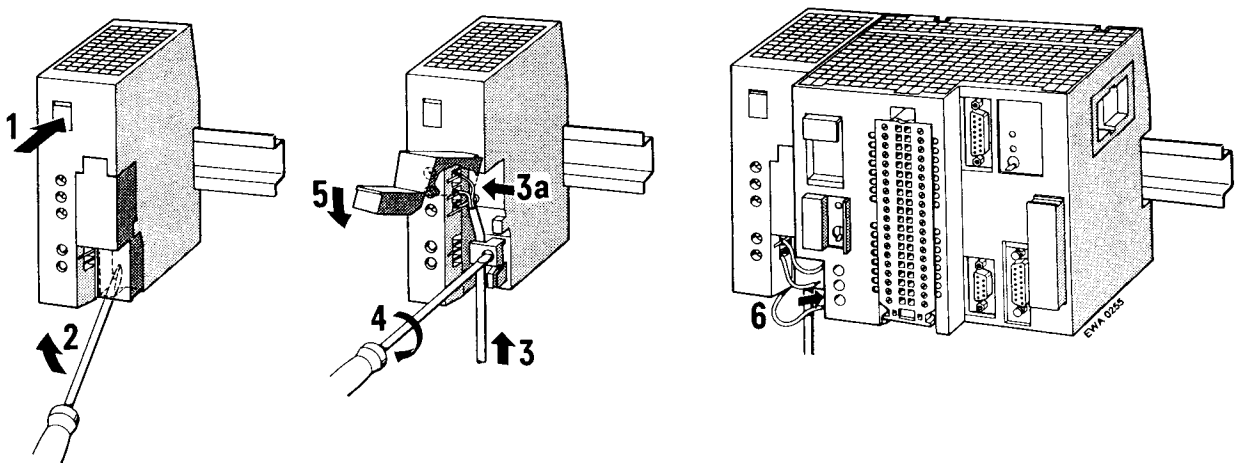

Bild 3.18 Anschluß des S5-95U und Stromversorgungsbaugruppe PS 931
**Stromversorgungsbaugruppen PS 931 ans Netz anschließen (→ Bild 3.18):**
**S5-95U an PS 931 anschließen (→ Bild 3.18):**